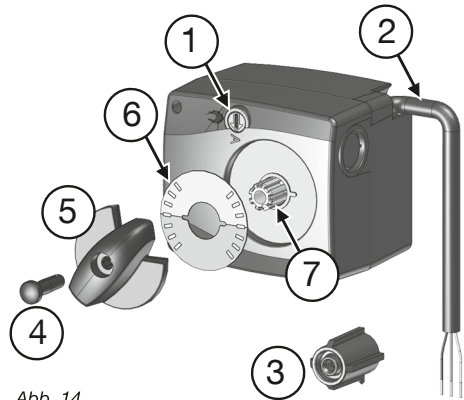

Abb. 14
3. **Drehgriff (5)** und **Stopfen (4)** von der **Hohlwelle (7)** abziehen.
4. **Sichtscheibe (6)** um 180° drehen, so dass der **rote Bereich nach oben zeigt** (Abb. 14).